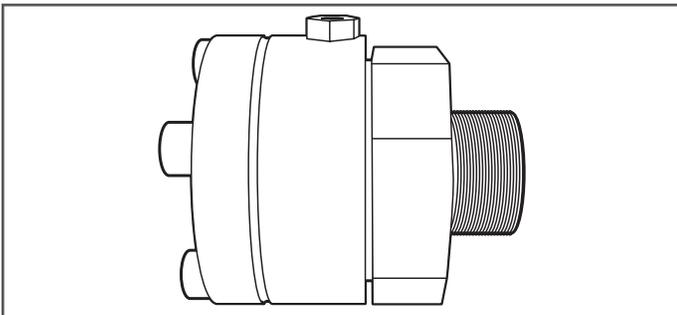

Figura 7-6
7. Conexiones DoubleTrac® de acoplamiento en campo (Figura 7-6)